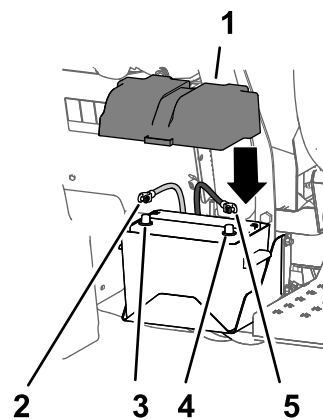

图 39
1. 将正极电池接线连接到电池的正极 图 39。
2. 将负极电池接线连接到电池的负极 图 39。
3. 将电池盖与电池盒对准并用箍带固定电池盖 图 39。